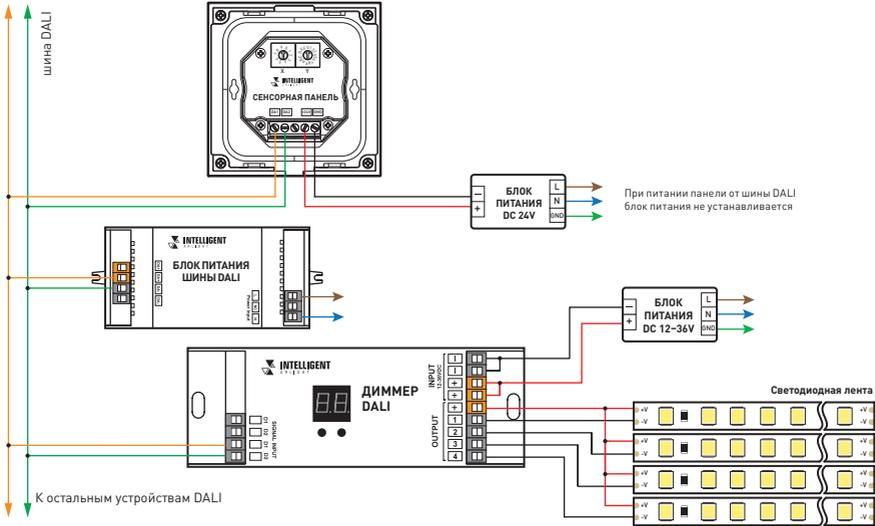

Рис. 3. Подключение сенсорной панели
- ▼ Подключите панель в соответствии со схемой рис. 3.